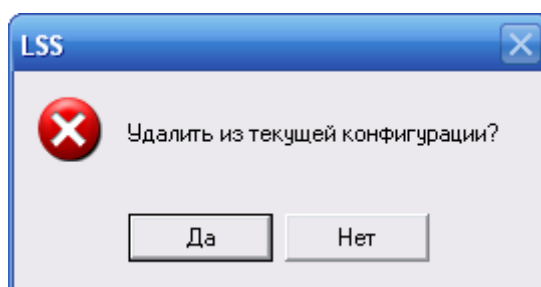

Рис. 10-13
3. В появившемся окне для подтверждения исключения элемента нажмите на кнопку **Да** (рис. 10-13).